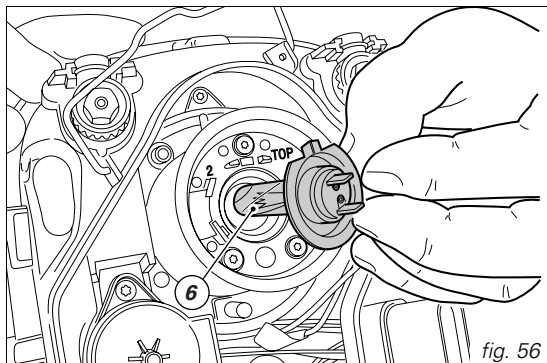

fig. 56
Sortez l'ampoule grillée (6) et remplacez-la par une ampoule neuve en faisant attention à ne pas toucher la partie transparente (fig. 56).